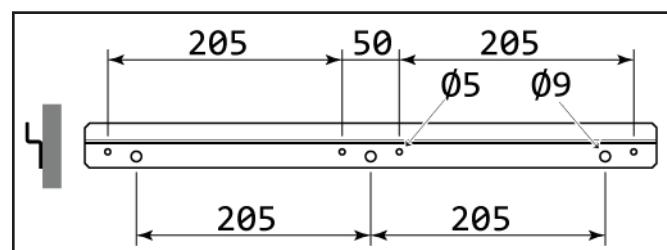

Fig.3 – Fori e posizionamento staffa a muro
- Utilizzare la staffa in dotazione come maschera per segnare i fori sul muro come mostrato in Fig.3.
- Eseguire sul muro n.3 fori Ø10mm profondi 65mm come indicato in Fig.3. In alternativa, si possono applicare viti più piccole (non fornite) utilizzando i quattro fori Ø5.